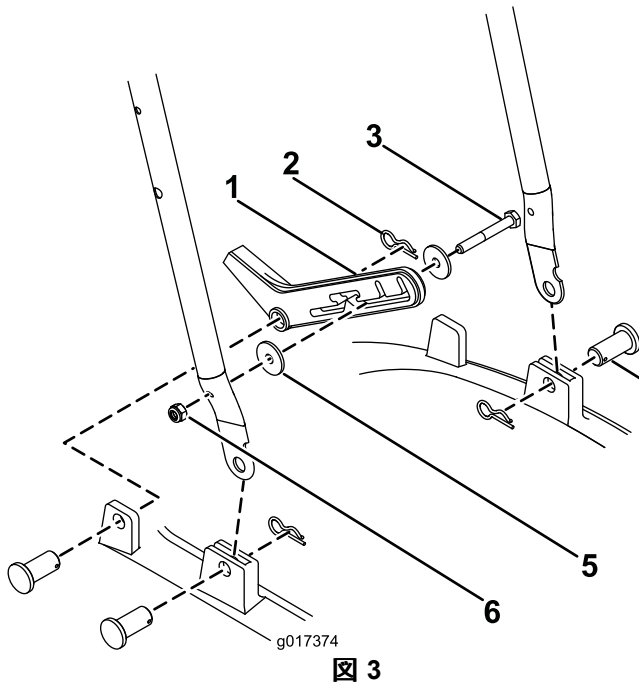

図3
1. フレーム到下ハンドルを挿入する図3。
2. 左右それぞれをリテーナピンとヘアピンで固定する図3。
3. 下ハンドルの右側にフットストップを取り付けるM6ナット1個とM6ボルト、ワッシャ2枚を使用する図3。
4. ストットストップをフレームに取り付ける残っているリテーナピンとヘアピンを使用する図3。